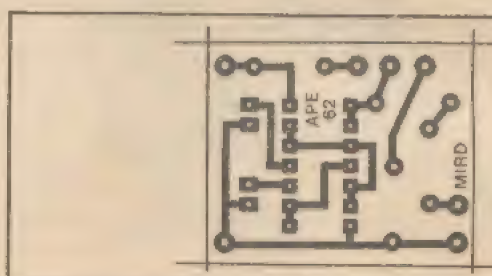

Fig. 4
- FIG. 4 - CHAPEADO DA MONTAGEM - Lado não cobreado do impresso, com os principais componentes já devidamente assentados, identificados pelos seus códigos, valores, etc. Notar a posição do integrado, com sua extremidade marcada voltada para a borda da plaquinha onde situam-se as ilhas periféricas P-P-P... Cuidado para não inverter localizações de resistores, em função dos seus valores... Surgindo qualquer dúvida, consultar as INSTRUÇÕES GERAIS PARA AS MONTAGENS e/ou o TABELÃO APE, que trazem uma renca de informações, dicas, e subsídios práticos para a fase de realização do impresso, inserção e soldagem dos componentes, etc. Finalizando o presente passo, verificar pelo lado cobreado, se todas as soldinhas ficaram bonitas e certas, sem sobras, sem faltas... Podem, então, ser cortados os excessos dos terminais...